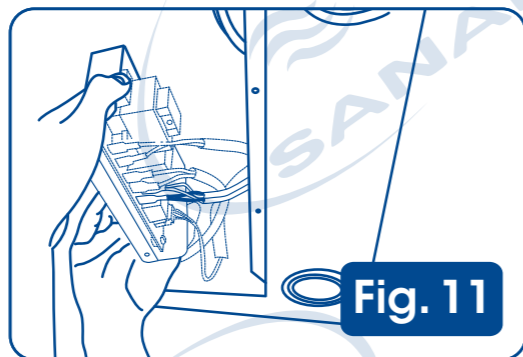

Fig. 11
3. Con cuidado meta la mano y jale la caja que contiene el mecanismo (Fig. 11)